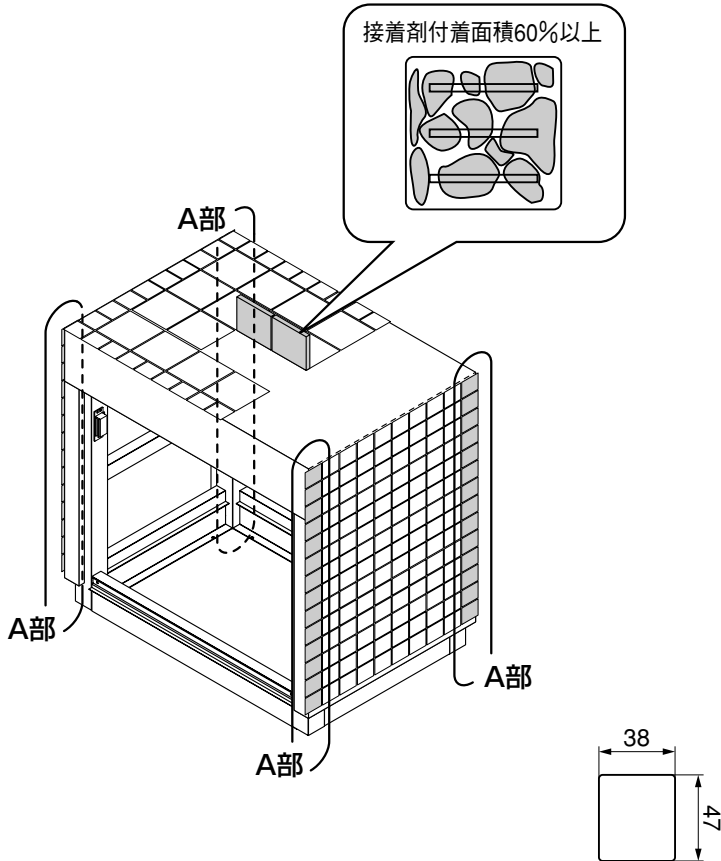

図2-2 A部タイル寸法
- ① タイルを張付けてください。1～2枚のタイルを剥がし接着剤がタイル裏面の60%以上ついているのを確認してください。
- ② A部のタイルはカットして張付けてください。(図2-2参照)